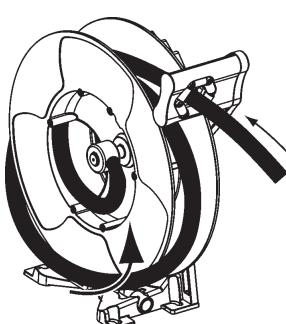

Fig. 13
**2.** Wickeln Sie den Schlauch eine Windung auf den Aufroller (Fig. 13).